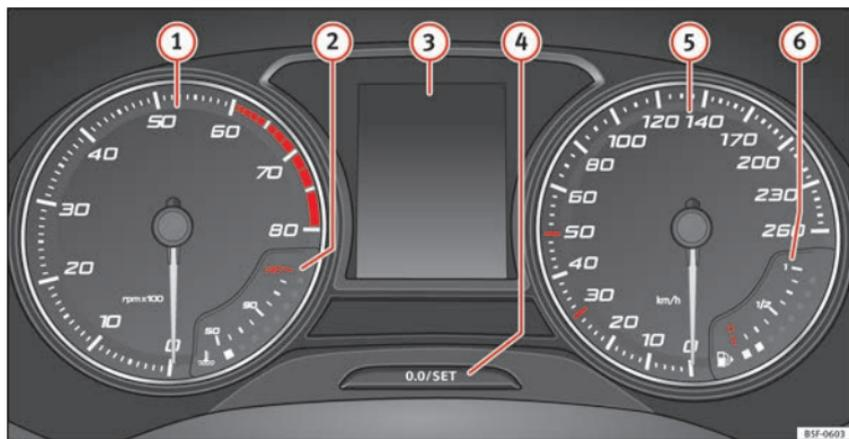

Fig. 121 Painel de instrumentos no painel de bordo.
O conta-rotações mostra o regime de rotações do motor por minuto »» Fig. 121 ①.
O ponteiro do conta-rotações ① »» Fig. 121 só deverá atingir a zona vermelha durante um curto período de tempo, caso contrário existe o risco de causar danos no motor.
Ao ligar a ignição pode visualizar-se no ecrã do painel de instrumentos »» Fig. 121 ③ informação diversa, em função do equipamento do veículo:
- Pressione brevemente o botão **» Fig. 121**  para repor o conta-quilómetros parcial a 0.
- Para ajustar a hora, mantenha pressionado o botão **» Fig. 121**  durante mais de 3 segundos para seleccionar o indicador de horas ou de minutos.
Mantenha pressionado o botão **» Fig. 121**  durante mais de 15 segundos para visualizar as letras de identificação do motor (MKB) do veículo. Para isso, a ignição deve estar ligada e o motor desligado.
O indicador da temperatura do líquido de refrigeração **②** » **Fig. 121** só funciona com a ignição ligada. Para evitar danos no motor, tenha em atenção as seguintes observações sobre as margens de temperatura.